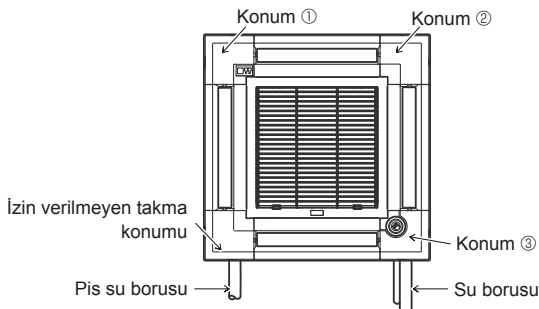

Fig. 7-11
Sinyal alıcısı köşe paneli, ana ünitenin drenaj borusu tarafına takılamaz. (Fig. 7-11'e bakın)
* Eğer i-see sensor konumu varsayılan konumundan (konum ③) farklı bir konuma değiştirildiyse anahtar ayarlarını değiştirin. (Fig. 7-11)
- i-see sensor köşe paneli ana ünite için pis su borusu tarafına takılamaz. (Fig. 7-11'e bakın)